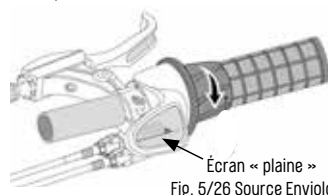

Fig. 5/26 Source Enviolo
- Rotation dans le sens antihoraire : L'écran montre une « plaine » („Fig. 5/ Source Enviolo“ à la page 26). Ce réglage doit être utilisé pour les vitesses élevées.